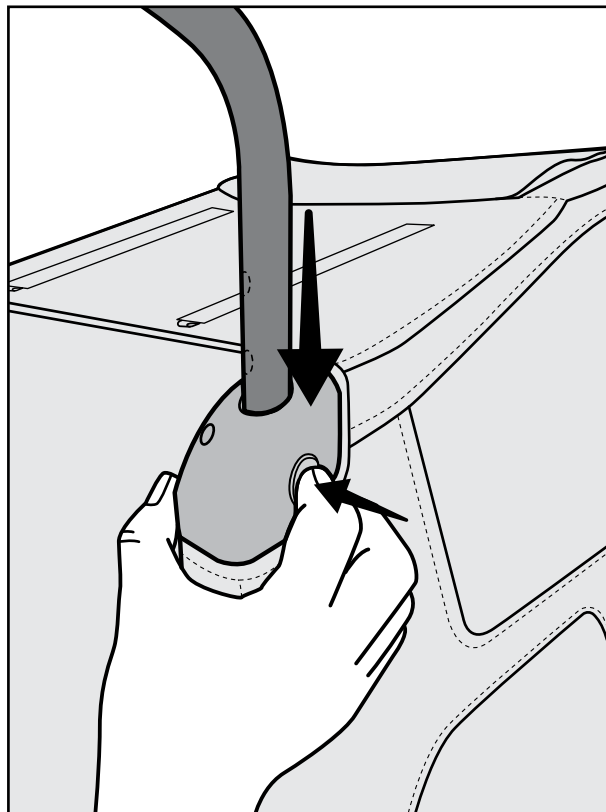

Figura 22
1. Inserte el asidero en el receptor, presione los dos botones amarillos del receptor del asidero e inserte este más allá de los botones (Figura 22).
2. Suelte los botones e introduzca el asidero hasta que encaje en su lugar (Figura 22).
3. El asidero tiene dos posiciones de altura. Presione cada botón del receptor del asidero para deslizar este al ajuste deseado (Figura 22). Asegúrese de que ambos lados del asidero estén a la misma altura.